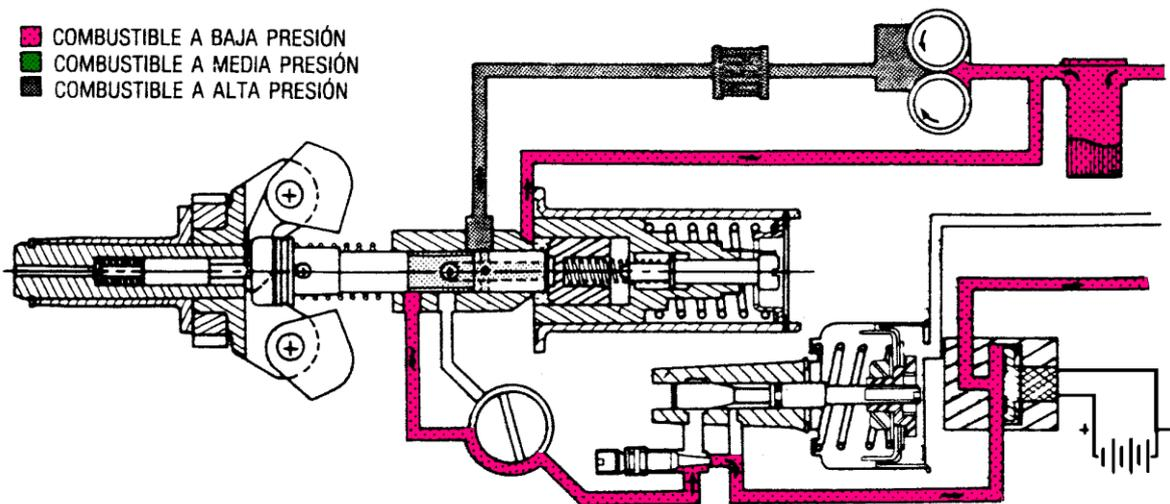

FIGURA 2.7 FLUJO DE COMBUSTIBLE DURANTE EL ARRANQUE Y MARCHA EN VACÍO
2. A continuación, el combustible se suministra bajo presión (esta presión depende de la velocidad de la bomba de engranes y de la restricción del sistema), pasando al filtro de malla dentro del alojamiento de la bomba (figura 2.7).